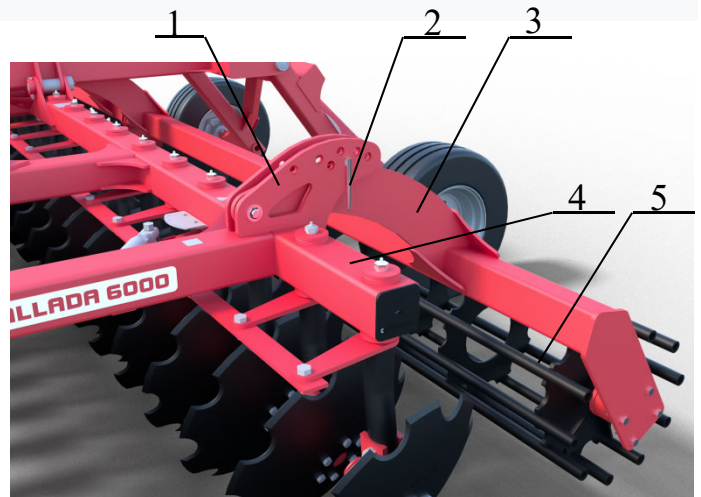

Рисунок 2. Котки в робочому положенні
- приєднати ущільнювальний коток 5 (рисунок 2) до рами 4 борони дискової за допомогою кронштейнів 3 на котку і кронштейнів 1 на рамі борони, з'єднавши і зафіксувавши їх у відповідному отворі за допомогою пальця 2;
- встановити котки в робоче положення, сумістивши відповідні отвори на кронштейнах рами і котків та зафіксувавши це положення пальцем 2 (див. рисунок 2).